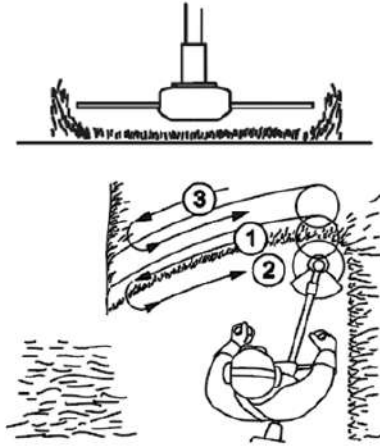

Рисунок 13. Схема скошування трави на ділянках вільних від перешкод.
3. Під час скошування плавно рухати виробом з боку в бік (рис. 13), намагаючись водночас утримувати різальну частину виробу на однаковій висоті над землею. Не намагатися скошувати високу траву за один раз. Це може призвести до намотування трави та перевантаження двигуна. Скошування високої трави рекомендовано починати поступово, починаючи з верхівок.